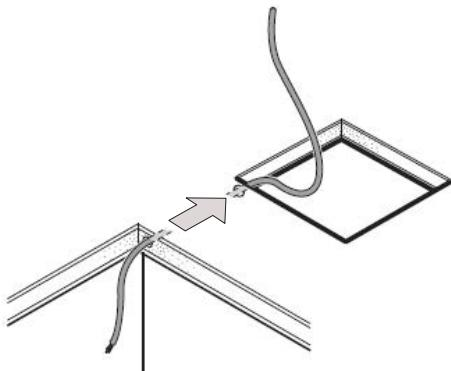

Fig. 07: Cable de alimentación eléctrica
- ▶ Prevea un cable de alimentación eléctrica de 230 V~ que llegue hasta el recorte. Una posibilidad es encaminar el cable a través del aislamiento del techo, como se muestra en Fig. 07.